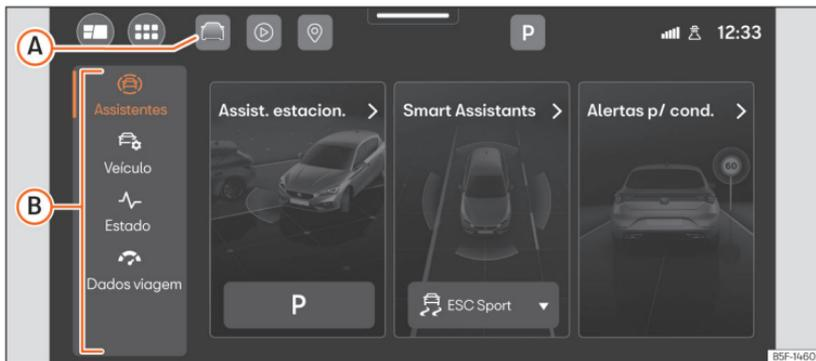

Fig. 13 Representação esquemática: Assistentes e ajustes do veículo.
Pressionando »» **Fig. 13 (A)**, ou, no menu principal **Veículo**, abre-se o menu dos assistentes e ajustes do veículo. Em seguida, pressionando um dos menus situados na zona esquerda **(B)**, no ecrã mostra-se o menu de ajustes ou de assistentes selecionado.